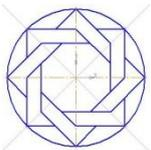

Рис.10
- удалите все ненужные участки, как показано на рис. 10. Если вы допустили ошибку, сразу используйте команду  – **Отменить**.